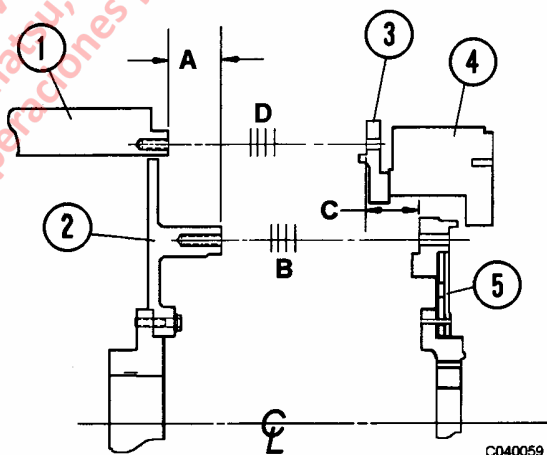

FIGURA 4-4. UBICACION DE LAS LAINAS
3. Consulte la Figura 4-4. Mueva el cigüeñal del motor a la parte posterior de su recorrido.
Consulte la Figura 4-4.
B = _____ Espesor del paquete de laines a instalar en el punto B, Figura 4-4.
D = _____ Espesor del paquete de laines a instalar en el punto D, Figura 4-4.